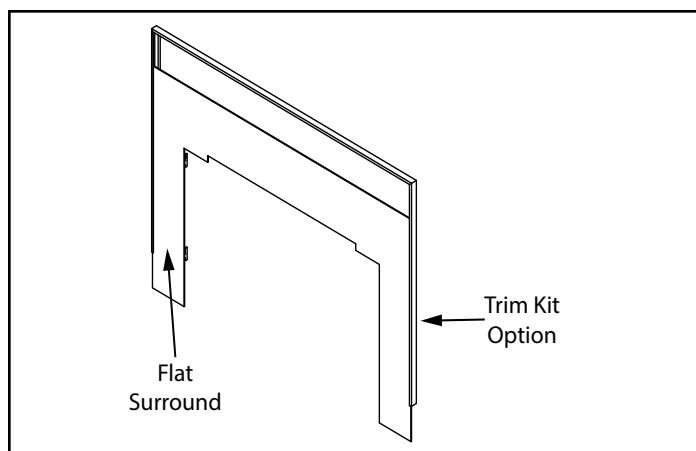

Figure 20.3
3. Faites glisser la garniture sur l'encadrement mat comme indiqué à la Figure 20.3.